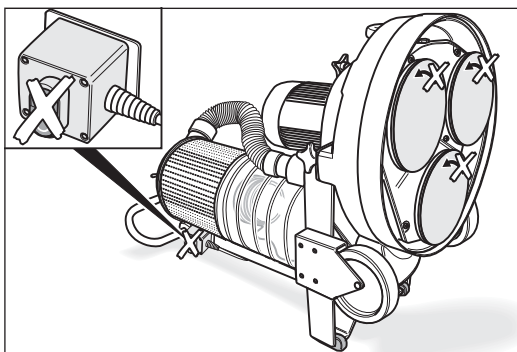

Abb. 16 Die Maschine niemals einschalten, wenn die Teller mit der Hand berührt werden können!
- Schalten Sie die Maschine **niemals** ein, wenn die Teller mit der Hand berührt werden können (Abb. 16)!